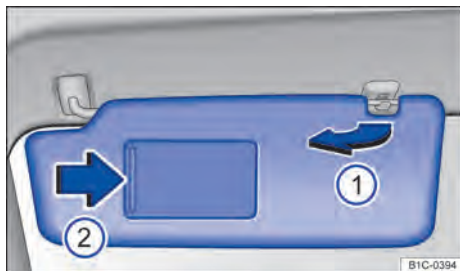

Fig. 73 Para-sol.
- Retirar do suporte e virar na direção das portas ⇒ Fig. 73 ①.